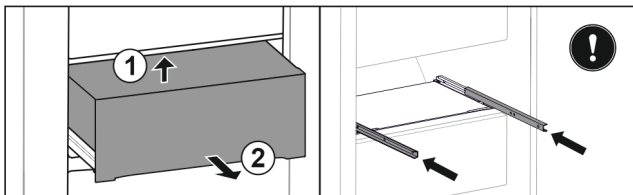

Fig. 54
- ▶ Підняти висувний ящик знизу назад. Fig. 54 (1)
- ▶ Вийняти висувний ящик рухом вперед. Fig. 54 (2)